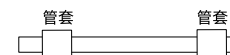

图5 软管卡套图
- 软管入口和出口端需要套卡套，卡套内部间距为89mm（卡套内侧间距），如图5所示，将软管放好后再将压块板杆向下压紧